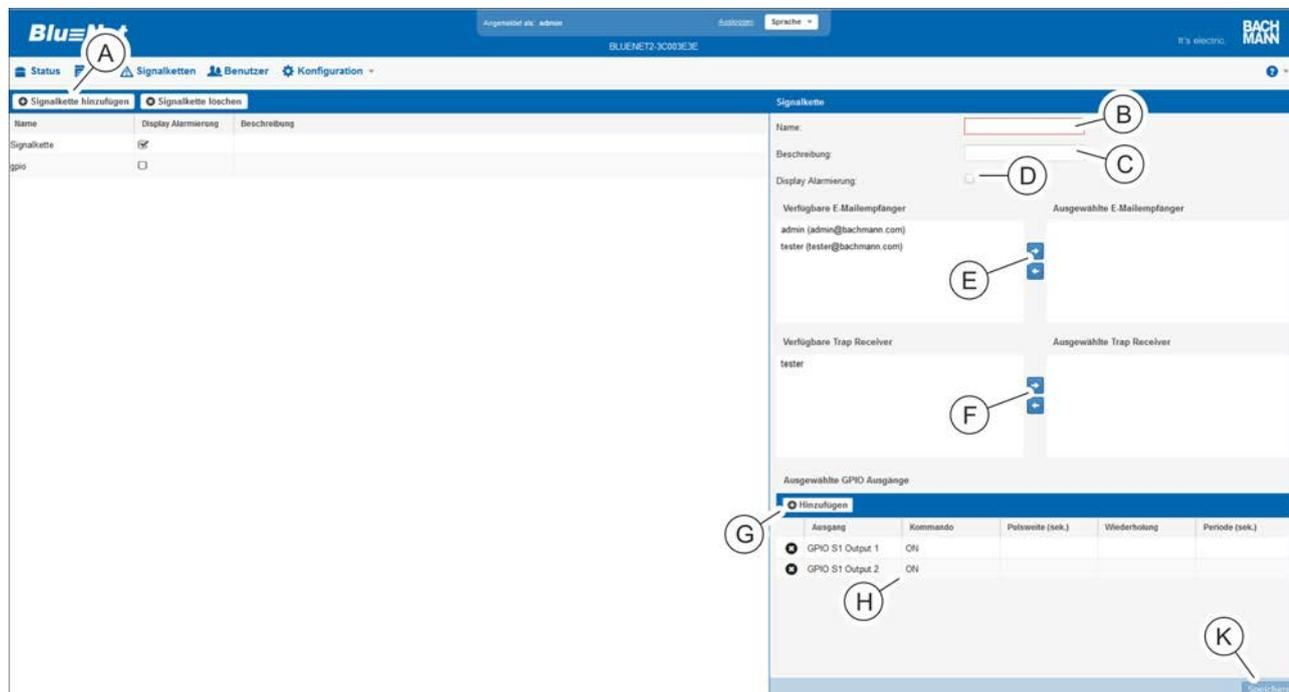

Abb. 156: Menü "Signalkette"
2. Über die Schaltfläche „*Signalkette hinzufügen*“ (Abb. 156/A) eine neue Signalkette anlegen.
3. Im Bereich „*Signalkette*“ einen Namen für die Signalkette eingeben (Abb. 156/B).
4. Bei Bedarf eine Beschreibung für die Signalkette eingeben (Abb. 156/C).
5. Checkbox „*Display Alarmierung*“ bei Bedarf aktivieren, um eine Alarmmeldung auf dem Display der PDU anzeigen zu lassen (Abb. 156/D).
6. Im Feld „*Verfügbare E-Mailempfänger*“ bei Bedarf einen Empfänger für eine E-Mail-Benachrichtigung auswählen und über die Schaltfläche ins Feld „*Ausgewählte E-Mailempfänger*“ schieben (Abb. 156/E).
7. Im Feld „*Verfügbare Trap Receiver*“ bei Bedarf einen Trap-Empfänger auswählen und über die Schaltfläche ins Feld „*Ausgewählte Trap Receiver*“ schieben (Abb. 156/F).
8. ➔ Wenn die Signalkette mit einem Ausgang an einem GPIO-Modul verknüpft werden soll, die Schaltfläche „Hinzufügen“ (Abb. 156/Ⓒ) auswählen.
10. ➔ Bei Bedarf den entsprechenden Ausgang in der Liste auswählen und über das Auswahlménü „ON“ / „OFF“ (Abb. 156/Ⓓ) festlegen, ob das Relais beim Auslösen der Signalkette ein- oder ausgeschaltet werden soll.
11. ➔ Auswahl über die Schaltfläche „Speichern“ bestätigen (Abb. 156/Ⓔ).
⇒ Die Signalkette ist angelegt (Abb. 156/Ⓕ).